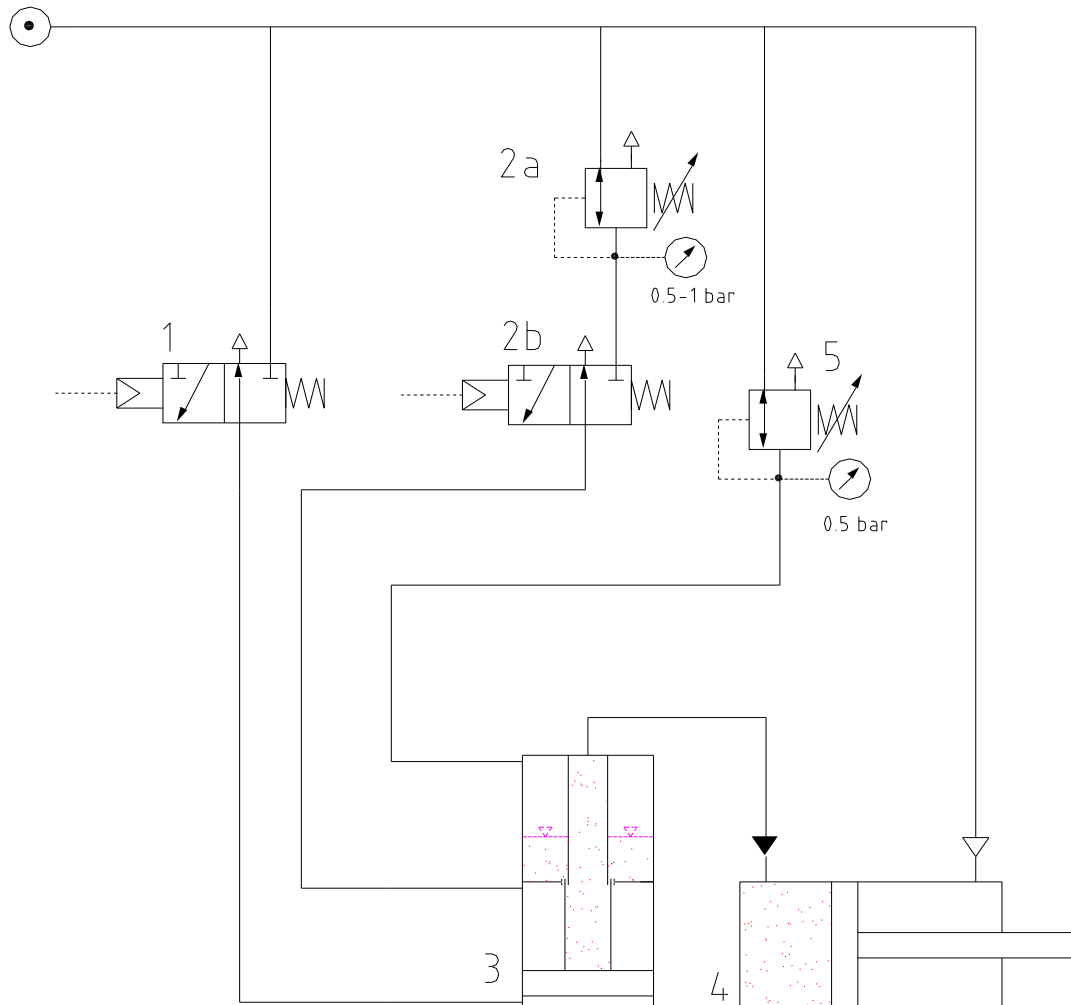

Abb. 3 Doppeltwirkender Betrieb
Um die Leistung des Antriebes und vor allem seine erreichbare Geschwindigkeit zu erhöhen, kann der Druckübersetzer im **doppelt-wirkendem Betrieb** gefahren werden (Abb. 3). Bei dieser Betriebsart wird der Anschluss 7 mit einem Druck von 0,5 – 1 bar beaufschlagt. Ohne diese Maßnahme besteht die Gefahr, dass der Druckübersetzer dem Antriebszylinder (4) vorausseilt, wodurch in Leitungen und Zylinder Unterdrücke entstehen; das Eindringen von Luft ist so unvermeidbar. Zur weiteren Geschwindigkeitserhöhung kann an Bohrung 6 ein Schnellentlüftungsventil eingesetzt werden.